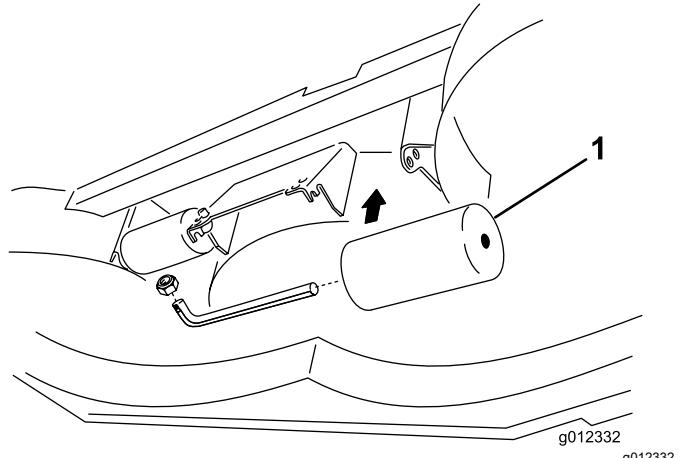

Figura 11
4. Para ajustar los rodillos traseros (internos), consulte la Figura 11.